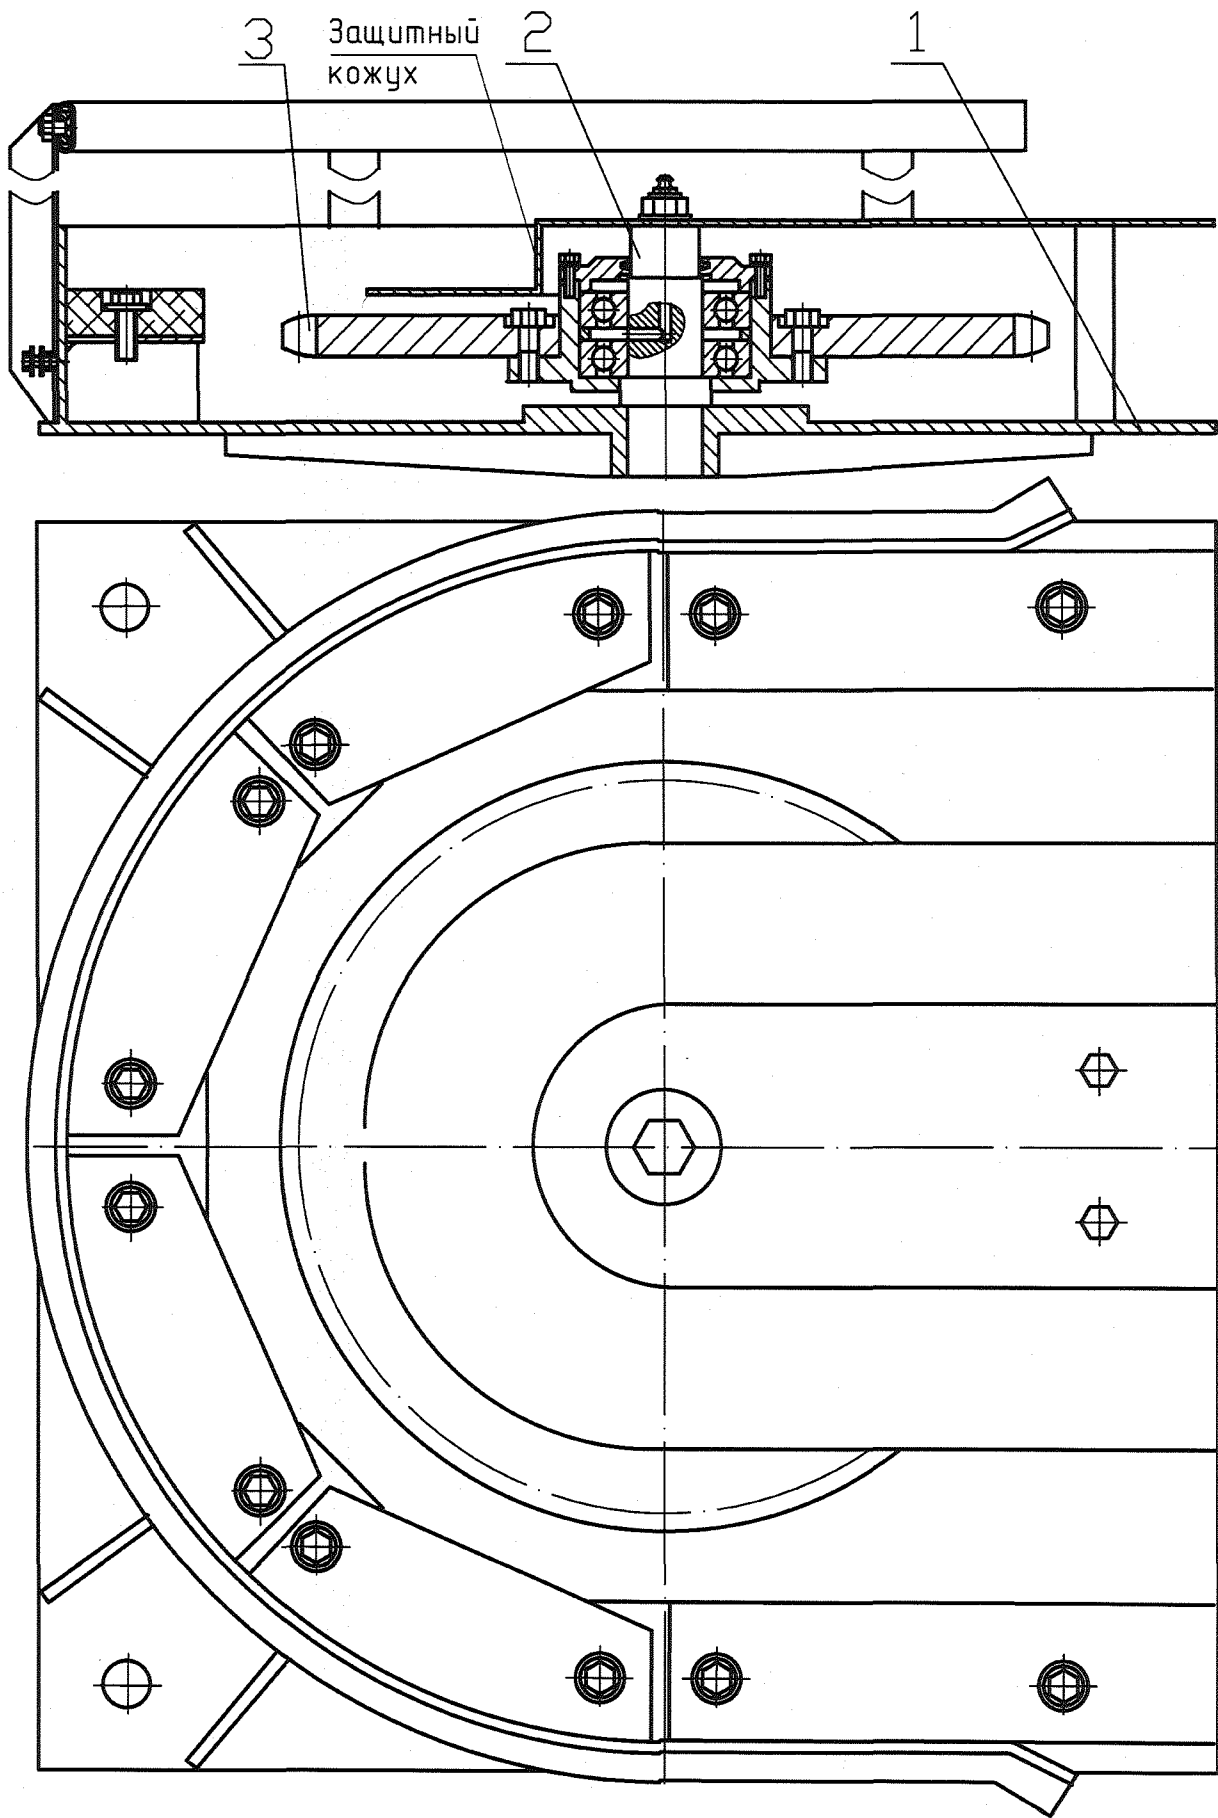

Рисунок 4
4.3 Станции поворотные на 90° (рисунок 3), 60° (рисунок 4) и 180° (рисунок 5) служат для изменения направления движения конвейера соответственно на 90°, 60° и 180° в горизонтальной плоскости. Каждая станция представляет собой сварной каркас 1 с вертикальной осью 2, звездочка 3 установлена на шарикоподшипниках на оси. В станциях предусмотрены направляющие для пластин, а также ограждение для транспортируемых баллонов. Смазка подшипников производится периодически шприцеванием через пресс-масленку в оси.